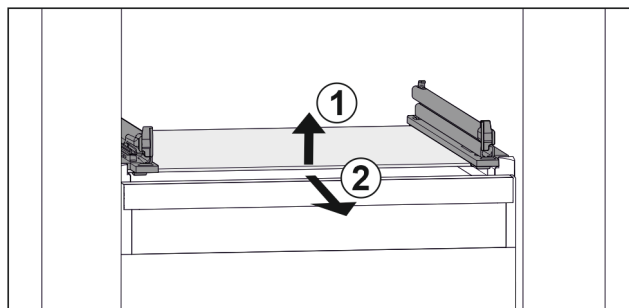

Fig. 45 Przykładowa prezentacja płyty szklanej
- ▶ Unieść płytę szklaną z przodu Fig. 45 (1)
- ▶ Wyjąć płytę szklaną do przodu Fig. 45 (2)